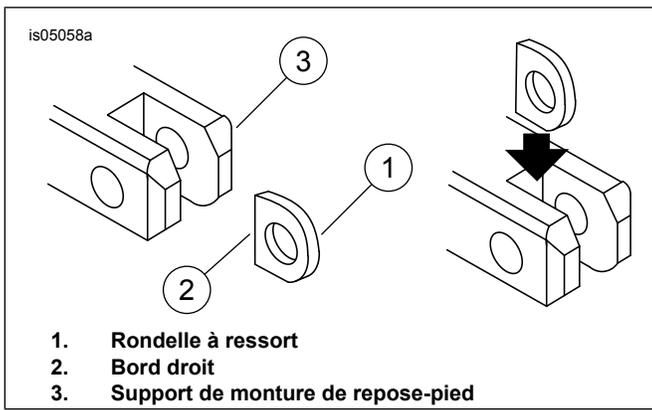

Figure 1. Installation de la rondelle à ressort du repose-pied
Voir la figure 1. Lors de l'installation du support de repose-pieds, veiller à ce que la rondelle à ressort (1) soit
4. Voir la figure 1. Pour chaque repose-pied, positionner le repose-pied à la position désirée, puis le fixer en réglant la vis (1). Serrer.